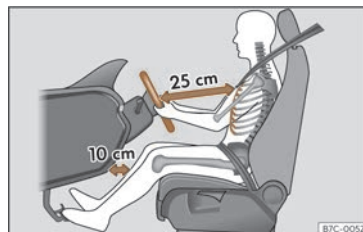

Fig. 6 A separación correcta entre o condutor e o volante debe ser de polo menos 25 cm (10 polgadas).
- Axuste o volante para que estea a unha distancia de polo menos 25 cm (10 polgadas) do esterno >>> **fig. 6** e o poda suxeitar con ámbalas dúas mans polos lados, pola parte exterior, cos brazos lixeiramente flexionados.
- Axuste o asento lonxitudinalmente para que poida pisar completamente os pedais cos xeonllos lixeiramente dobrados e que quede unha distancia entre a zona dos xeonllos e o taboleiro de instrumentos polo menos de 10 cm (4 polgadas) >>> **fig. 6.**